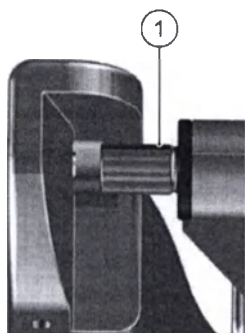

Рис. 5.68 Штифт подключения устройства иммобилизации
Когда вы надавливаете на рычаг, сквозной штифт (2) касается крепежного штифта (1) (см. Рис. 5.68 ) устройства иммобилизации на другой стороне устройства позиционирования. Благодаря этому устройство иммобилизации удерживается в нужном положении.